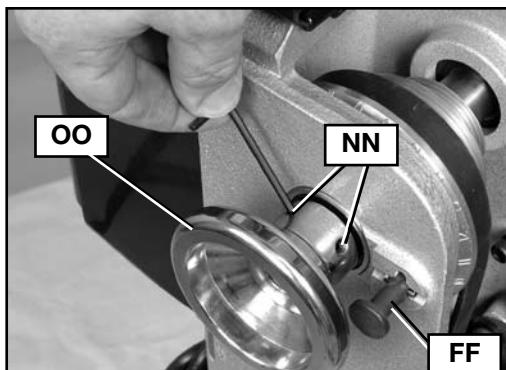
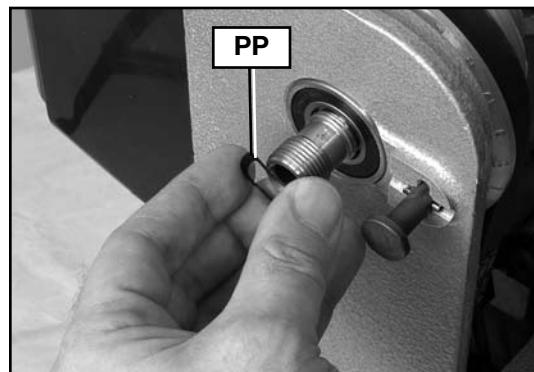

Fig. 31
Fig. 32
3. Desserrer les deux vis de calage (NN), fig. 31, sur le volant (OO) de l'arbre, fig. 31, de 2 à 3 tours pour éviter d'endommager les filets lors du retrait.
4. Insérer la goupille d'indexation (FF), fig. 31, puis retirer le volant (OO) de l'arbre. (**REMARQUE** : dans ce cas, les filets sont inversés. Tourner le volant dans le sens horaire pour le desserrer et le retirer).
5. Retirer la rondelle-frein ondulée (PP), fig. 32.
13. Réinsérer la rondelle-frein ondulée (PP), fig. 32, et le volant (OO), fig. 31. Serrer le volant en tournant dans le sens antihoraire. Serrer complètement le volant puis desserrer d'un quart de tour. **AVIS : NE PAS TROP SERRER.** Une telle pratique risque d'endommager le roulement.
14. Serrer solidement les deux vis de calage (NN) du volant, fig. 31. Avec la courroie encore lâche, faire tourner l'arbre pour contrôler tout grippage.
18. Dégager la goupille d'indexation (FF), fig. 31, insérée pour le retrait du volant (OO) de l'arbre.